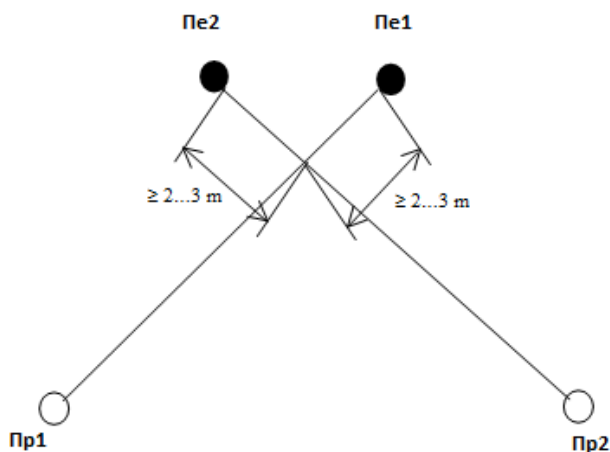

Рисунок 1—Установка с перекрытием
1.4.4 Конструкция извещателей должна обеспечивать их работоспособность в рабочем положении, в заданных условиях эксплуатации. Для формирования надежной зоны охранного периметра рекомендуется установка с перекрытием (Рисунок 1).